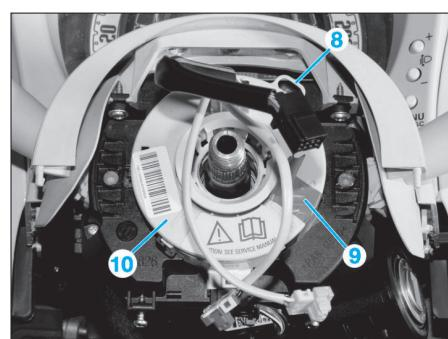

Fig. 7
>>> Faire très attention à ne pas modifier la position (repère 8) du contacteur tournant (10). Fixer avec du ruban adhésif (9) les deux coupelles entre elles afin qu'elles ne soient pas déplacées accidentellement (Fig.7).